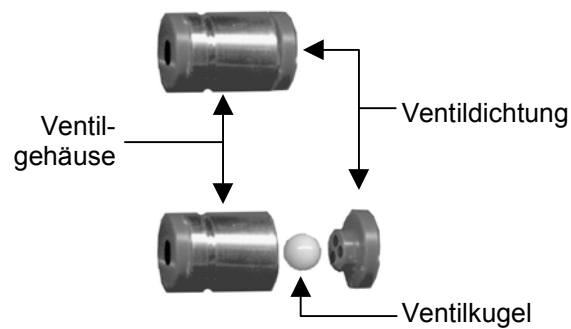

Abb. 33 Komponenten der Ventile in den Pumpenköpfen
5. Bauen Sie das Ventil in umgekehrter Reihenfolge wieder zusammen, siehe Abb. 33.